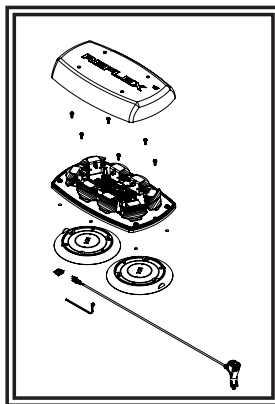

Figure 5
3. Placez une rondelle interne en étoile sur le boulon hexagonal M5 x 20 et insérez le boulon hexagonal dans le trou de l'aimant à ventouse comme indiqué. Tenez aussi loin que possible l'ensemble boulon/aimant avec le boulon sorti par l'aimant et alimentez l'écrou hexagonal et la tige du boulon par une des ouvertures aux 4 angles du côté inférieur de la base de la mini-barre. Maintenez la tension sur le boulon/écrou en maintenant l'aimant à ventouse tout en serrant l'ensemble. Répétez cette procédure pour les quatre angles. Voir Figure 5.